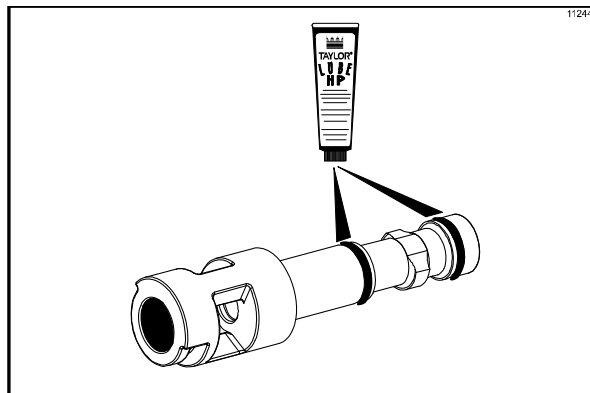

Figura 115
- Monte o conjunto do spinner da válvula de extração. Inspeccione os anéis de vedação da válvula quanto a cortes ou danos. (Substitua se houver cortes ou danos.) Se os anéis de vedação estiverem em boas condições, deslize os dois anéis até os canais da válvula de extração e lubrifique-os. (Veja a Figura 115.)